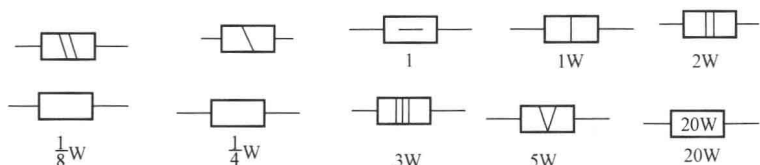

图 1-2 电阻功率标注方法
(2) 额定功率。额定功率是指在特定环境温度范围内所允许承受的最大功率。在该功率限度以内,电阻器可以正常工作而不会改变其性能,也不会损坏。电阻额定功率的标注方法如图 1-2 所示。